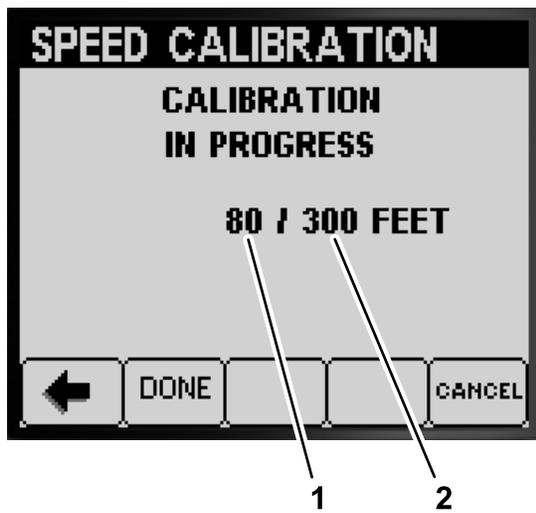

Figure 67
4. Appuyez sur le bouton 2 (FINI) quand les roues avant de la machine se trouvent sur la ligne d'arrivée (Figure 67).